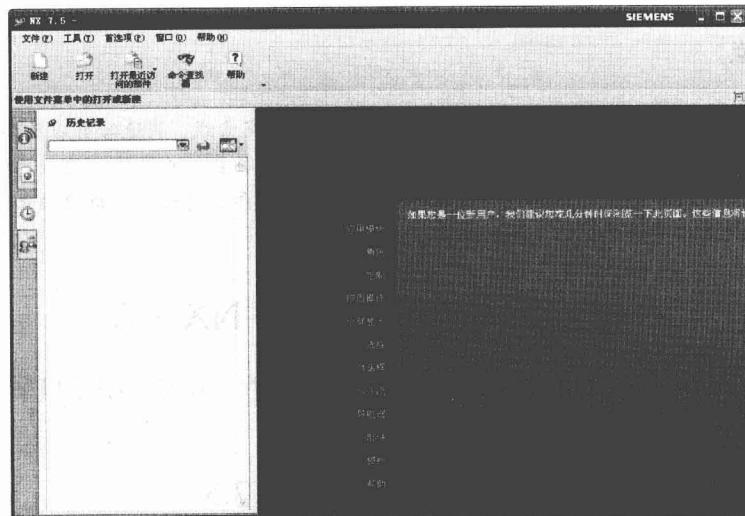

图 1-7 进入 UG NX 7.5 的工作界面
步骤③ 稍等片刻，系统将自动进入 UG NX 7.5 的工作界面，如图 1-7 所示。